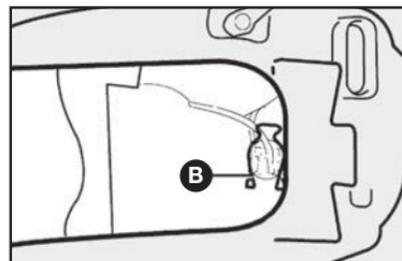

fig. 17
3) retirar el portalámparas presionando las presillas **B-fig. 17** abriéndolas lateralmente;